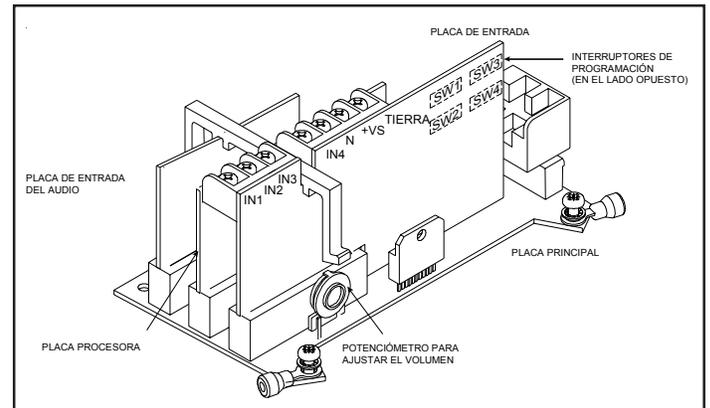

Figura 9. Ubicaciones de las placas
b. Escoger el método apropiado para alambrear a la placa de entrada (Figura 9) entre las Figuras 5-10. Conectar el Adaptatone como indicado.
5. Si es necesario, ajuste el volumen. Fije el volumen con el potenciómetro en la tarjeta principal (Figura 9.)